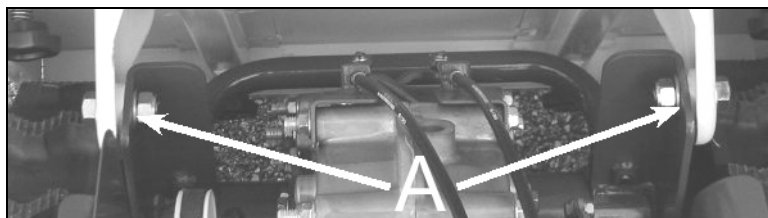

Figure 21
- Points d'appui de la benne (figure 21, repère A).